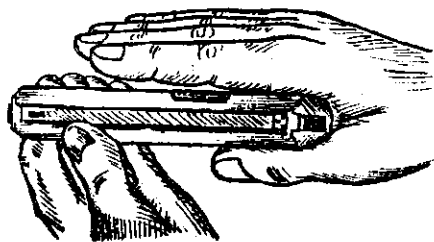
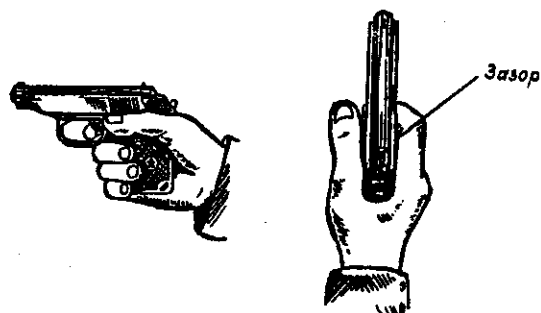

Рис. 12. Расположение рукоятки пистолета в кисти
Рис. 13. Правильное положение пистолета в руке
лучше стоя лицом к цели, держа пистолет за рамку левой рукой (рис. 12).
1. Расположение рукоятки пистолета в кисти. Рукоятка пистолета помещается в "вилке, образуемой большим и указательным пальцами (рис. 12). Тыльная часть рукоятки упирается в мякоть основания большого пальца. Большой палец вытянут вдоль левой стороны рамки пистолета, примерно, параллельно направлению ствола, указательный — своим первым суставом накладывается на хвост спускового крючка между серединой и сгибом, а остальная часть пальца не должна касаться боковой поверхности пистолета, то есть между правой стороной рамки пистолета и указательным пальцем должен быть зазор (рис. 13). Такое положение указательного пальца лучше всего обеспечивает давление на спусковой крючок прямо назад, не вызывая смещения пистолета, наведенного в цель.